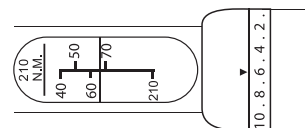

Abb. 2
- Drehen Sie den Griff und stellen Sie die Ringskala für die Feineinstellung auf „6“. Der Drehmomentschlüssel ist jetzt auf 66 Nm eingestellt (Abb. 2).